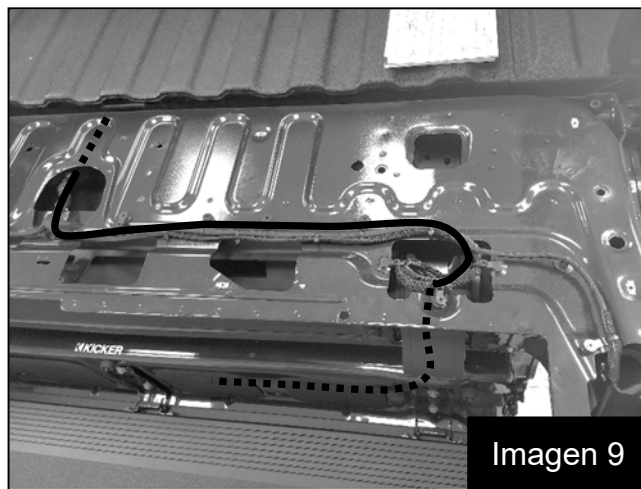

Imagen 9
14. Continúe orientando el arnés del amplificador a lo largo del arnés de fábrica hacia el lado inferior de la base, cerca del lado posterior del conector de remolque. Asegure el arnés del amplificador al arnés de fábrica con los precintos de cables suministrados. (Imagen 9)